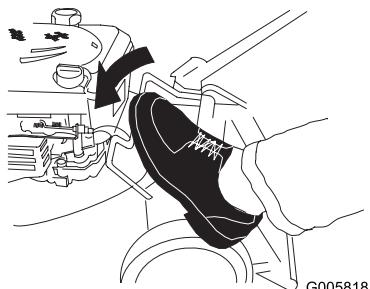

Bild 27
2. Treten Sie auf den Grifflösehebel (Bild 27).